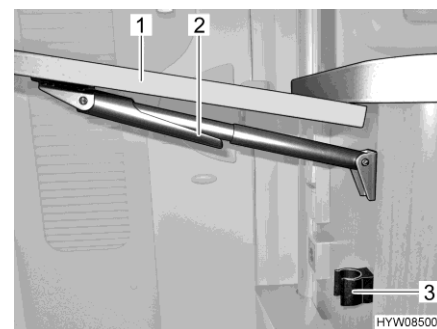

Fig. 84 Chiusura del tavolo ribaltabile su bancone
- Afferrare il tavolo ribaltabile su bancone (Fig. 84,1) sull'esterno e sollevarlo leggermente. Con l'altra mano ruotare e abbassare il dispositivo di fissaggio (Fig. 84,2) sul supporto telescopico.
- Orientare il piano del tavolo verso il basso, finché il supporto telescopico non ingrana nel supporto (Fig. 84,3).